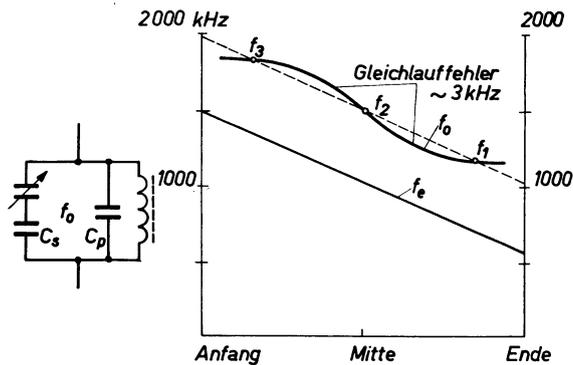

Fig.6.06. Praktischer Gleichlauf bei Verwendung gleicher Drehkondensatorpaketen für Vor- und Oszillatorkreis.
2. Unter Verwendung gleicher Vorkreis- und Oszillatordrehkondensatoren benützt man eine kleinere Oszillatorinduktivität und zwei Korrekturkapazitäten, den Trimmer C_p und den Seriekkondensator C_s (Padding genannt). Bei dieser praktischen Schaltung ist zwar die Gleichlaufbedingung nur an 3 Punkten der Skala genau erfüllt (Fig. 6.06).